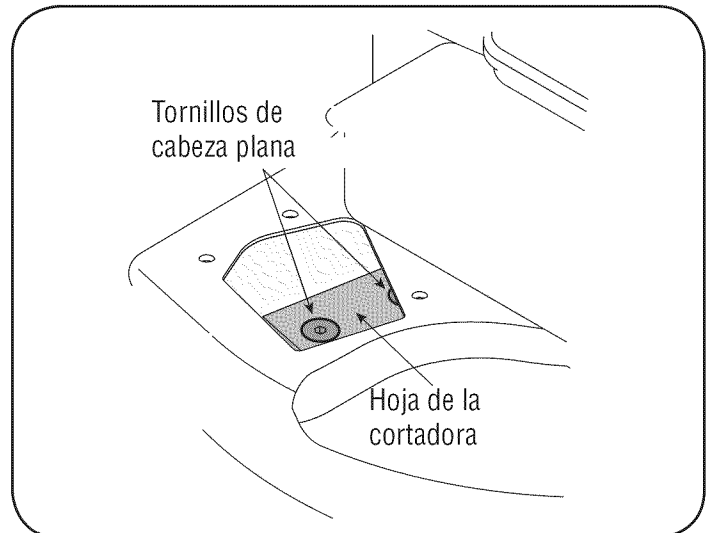

Figura 27
- Mediante una llave Allen de 3/16", retire los tornillos de cabeza plana que sujetan la hoja de la cortadora al motor. Dichos tornillos son accesibles a través de la abertura que se creó cuando retiró el canal de la cortadora anteriormente. Vea la figura 27.